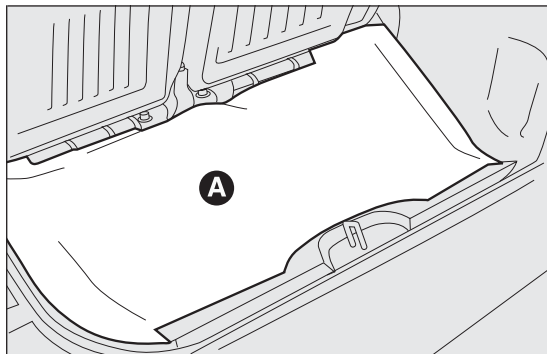

fig. 96
- soulever le tapis de sol du coffre à bagages A fig. 96